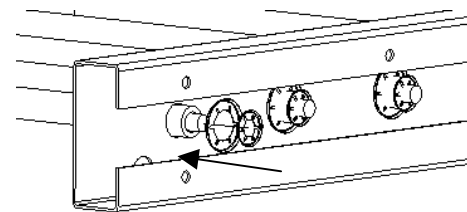

Bild 12
6. Stahlrohre und Rollstäbe werden mit Sicherungsscheiben gegen Herausziehen gesichert (Bild 12).